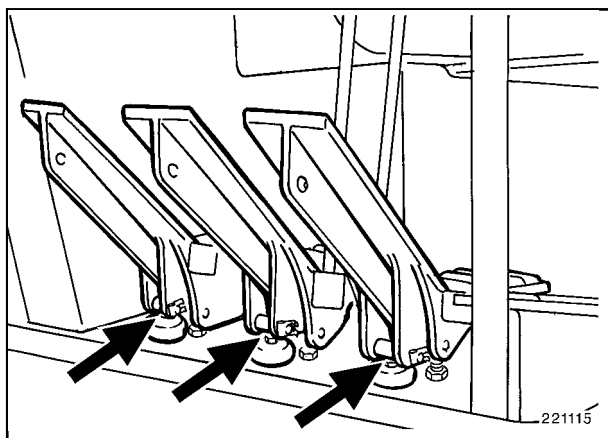

Fig. 1
- Limpiar los balancines de válvula de las válvulas accionadas por pedal (Fig. 1).